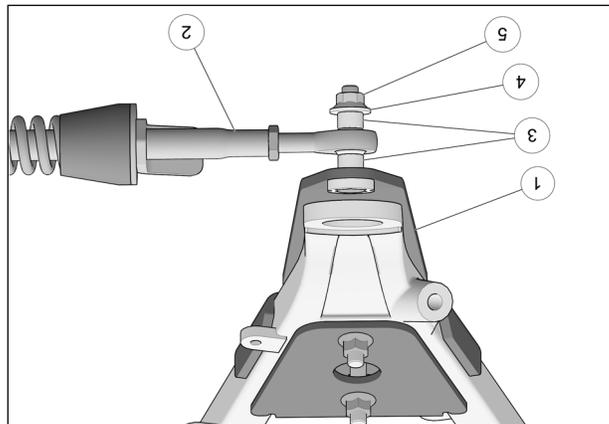

Fig. 18
8. Fixer le bras stabilisateur (2) au boulon déjà installé sur l'ancrage de suspension (1) à l'aide des deux espacers (3), de la rondelle (4) et de l'écrou autobloquant (5). Serrer à un couple de 70 N•m [52 lb•pi]. Voir la Fig. 18